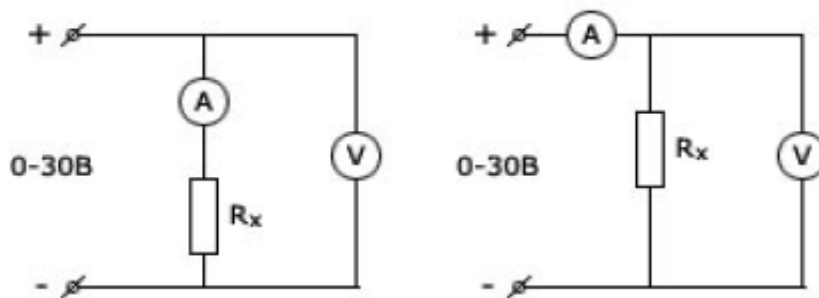

Рис.2.1. Измерение сопротивления методом вольтметра-амперметра
Значение R_x определяется по закону Ома для участка цепи. Для измерения сопротивления собирается одна из двух схем (рис. 2.1).
4. Измерить эти же резисторы методом вольтметра-амперметра по любой из схем рис.2.1 (см. 2.2). Необходимо снять 10-15 точек, меняя выходное напряжение источника питания. Оценить погрешности вычисленных значений сопротивлений резисторов.